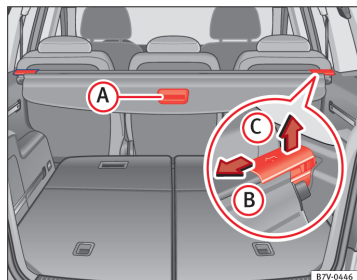

Fig. 91 I bagagerummet:
- Træk bagagerumsafdækningen en smule bagud ved hjælp af grebet ⇒ Fig. 91 (A).
- Åbn opbevaringsrummet i sidebeklædningen bagest i venstre side af bagagerummet ⇒ Side 143, og hægt bagagerumsafdækningen på bagsiden af opbevaringsrummets afdækning (B).
- Tryk bagagerumsafdækningen sammen i pilens retning ⇒ Fig. 91 (B).